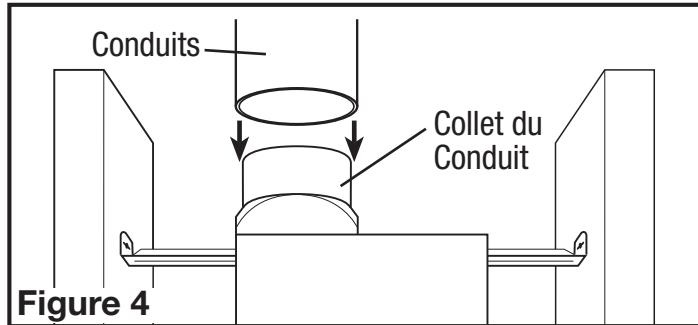

Figure 4
- Raccorder le conduit au collet de conduit du ventilateur (**Figure 4**). Fixer en place à l'aide de ruban ou de serre-joint. Toujours évacuer le ventilateur vers l'extérieur au travers de chapeau mural ou de toit. Il est recommandé que les raccords d'extrémité basse de restriction sont utilisés.